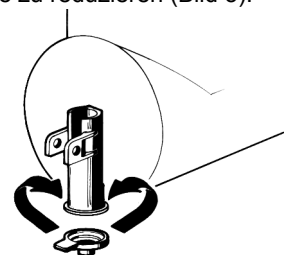

Bild 5
- 10 **Drosselklappe:** Bei Verwendung des Dispensers zur Kühlung von Getränken wird empfohlen, auf dem Hahn die zur Ausstattung gehörende Drosselklappe zu installieren und somit die Ausgabemenge zu reduzieren (Bild 5).